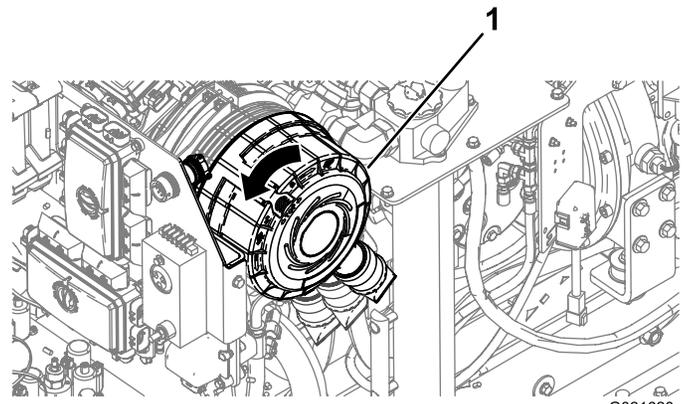

Bild 117
4. Drehen Sie die Luftfilterabdeckung nach rechts, sodass die Staubkappe auf der 4-Uhr-Position steht (Bild 117).
5. Drücken Sie den Riegel für die Luftfilterabdeckung nach innen, bis sie fest sitzt (Bild 117).
6. Drehen Sie die Luftfilterabdeckung nach links, so dass die Staubkappe auf der 4-Uhr-Position steht (Bild 117).